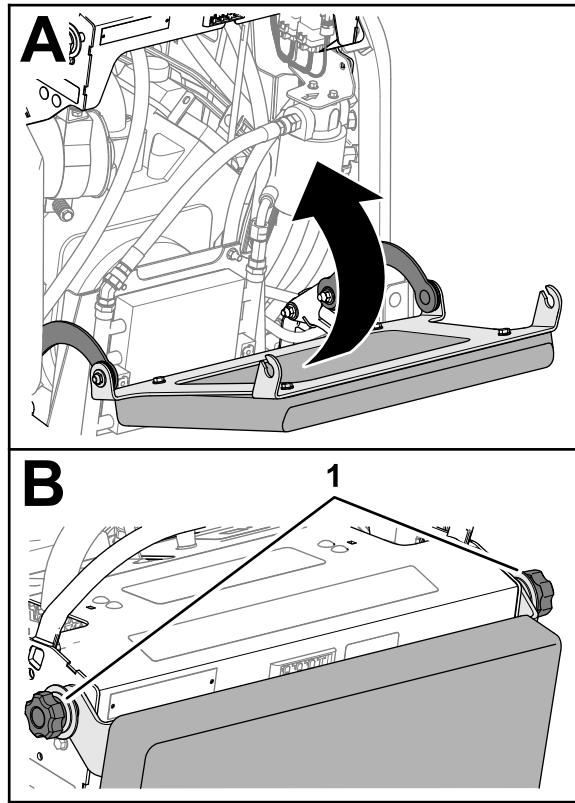

Figure 68
- Faites pivoter et relevez le coussin de l'utilisateur (Figure 68).
2. Serrez les 2 boutons (Figure 68).